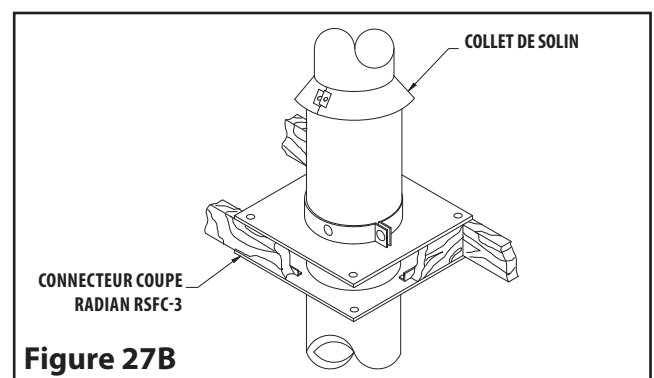

Figure 27B
- Étape 16. Un collet (inclus avec RSC-3) doit être installé sur le dessus du Connecteur de Coupe Radiation (RSC-3) afin d'empêcher tout isolant libre de tomber dans l'espace entre la cheminée et le support. (Voir **Figure 27B**)